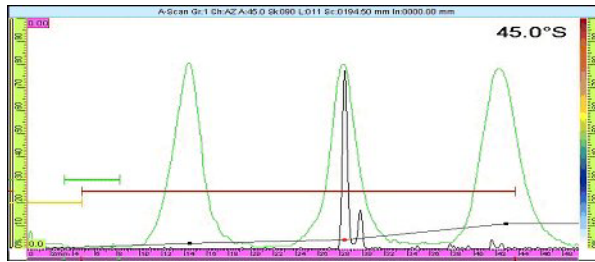

Рис. 6-9 Огибающая с максимумами сигнала на уровне 80 %
3. Поместите ПЭП над откалиброванным отражателем и убедитесь, что все максимумы сигнала находятся на уровне 80 % (см. Рис. 6-9 на стр. 176).